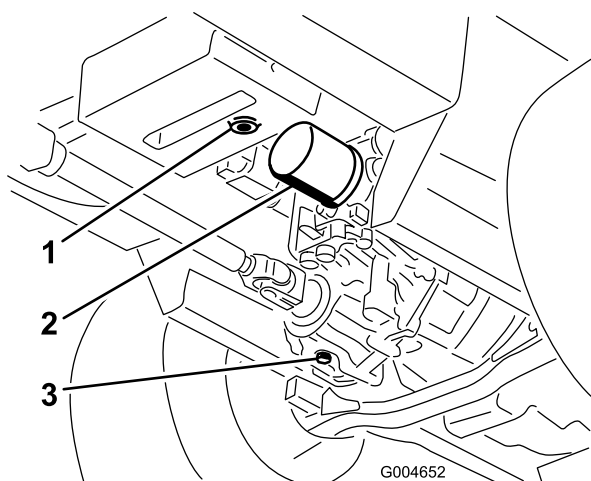

Figure 61
3. Placez un grand bac de vidange sous le réservoir hydraulique et le carter de transmission, et enlevez les bouchons pour vidanger tout le liquide hydraulique (Figure 61).
4. Nettoyez la surface autour du filtre à huile hydraulique et retirez le filtre (Figure 61).